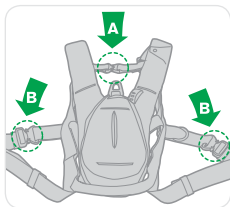
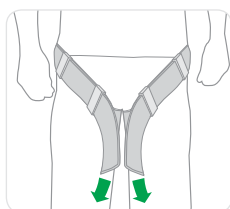

Figura 11
Figura 14
- Introduceți brațele în curelele de umăr și conectați catarama de piept (A) (Figura 11).
- Cuplați cataramele de picior (B) (figura 11). Reglați cureaua de picior, trăgând curelele prin catarame pentru a obține o potrivire fermă (figura 14).